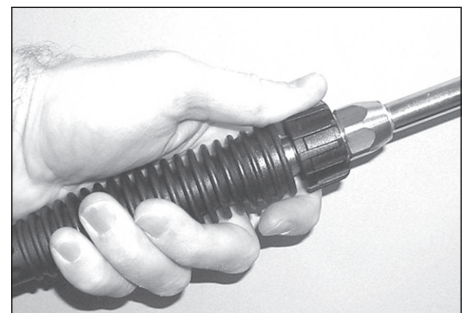

Figura 11 - Conecte la lanza a la pistola
5. Conecte la lanza con la boquilla a la pistola (vea la Figura 11).